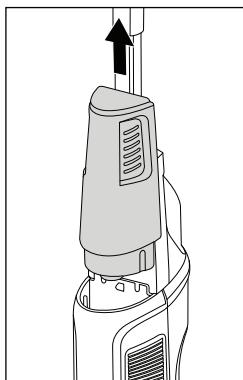

Fig. 6
- Utilice exclusivamente agua corriente fría o caliente (hasta un máx. de 60 °C) o agua destilada en el depósito de agua limpia ⑪. No utilice agua hirviendo.
- No ponga nunca el aparato en funcionamiento si no hay agua en el depósito de agua limpia ⑪.
- ◆ Sujete el depósito de agua limpia ⑪ por las acanaladuras laterales y tire de este hacia arriba para extraerlo del aparato (consulte la fig. 6).